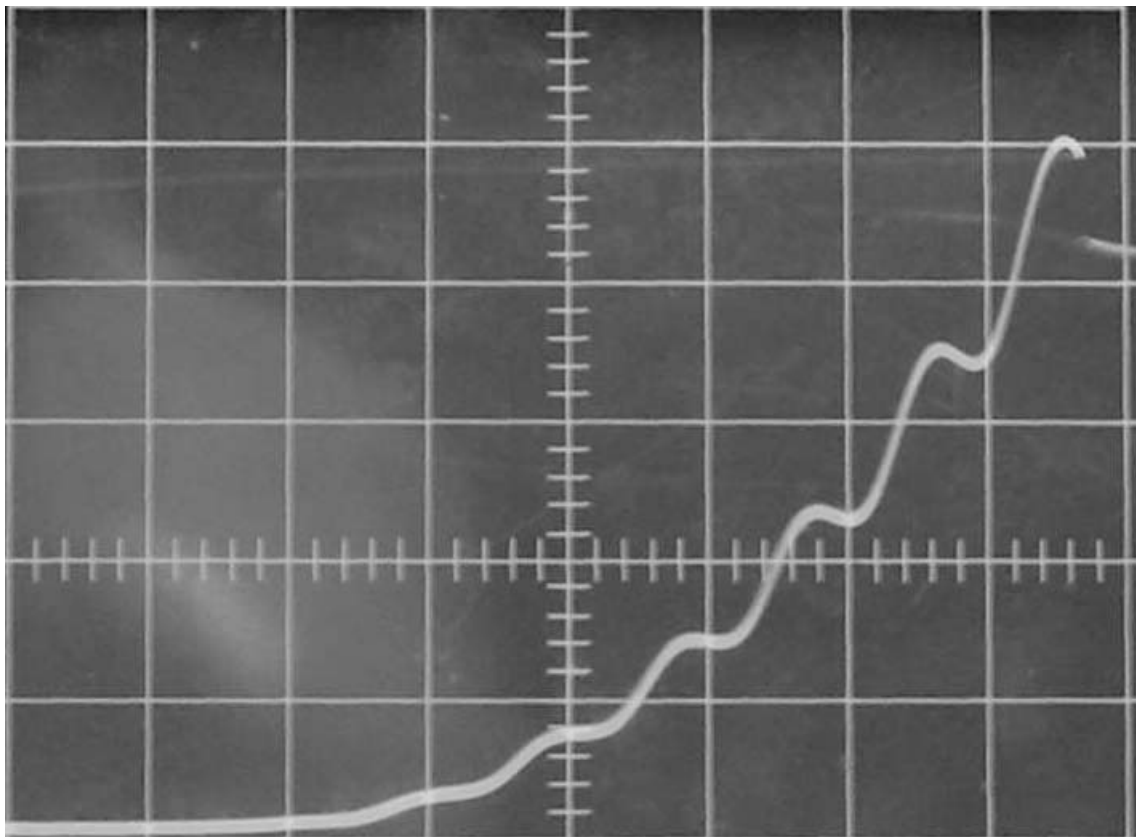

Fig. 4: Experimento Franck-Hertz con tubo de mercurio. Medición de diente de sierra con osciloscopio.
B) Ajustar los siguientes parámetros con el pulsador (2) y el botón giratorio (13):
C) Encender el horno con el pulsador (4). La temperatura teórica no llega a alcanzarse hasta que el LED rojo encima del pulsador (4) deje de destellar.
D) Situar el pulsador (3) en "diente de sierra". Conectar las salidas (7) y (8) con el osciloscopio y seleccionar en el osciloscopio la función XY. Iniciar la medición con el pulsador (5). En la función "diente de sierra", las tensiones U_1 y U_2 configuradas se conectan con una frecuencia de 28 Hz al tubo de mercurio. La imagen típica de Franck-Hertz que se produce así se puede observar en la fig. 4.